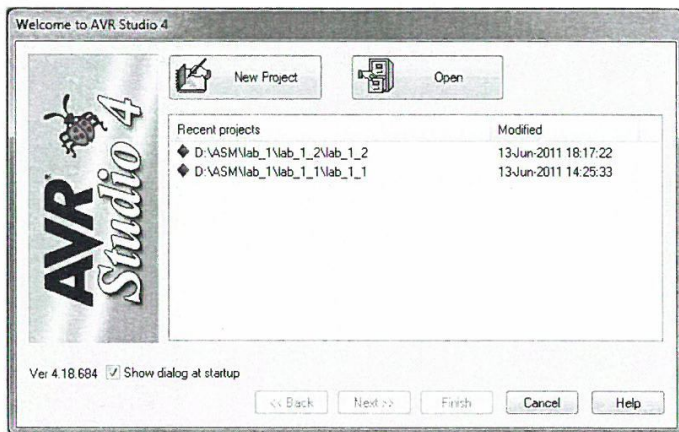

Рис. 1. Окно приветствия AVR Studio
1. Запустить программу AVR Studio. Ярлык для запуска программы находится на рабочем столе или в меню «Пуск» Windows. В появившемся окне приветствия программы будет предложено создать новый проект или открыть существующий (рис. 1).